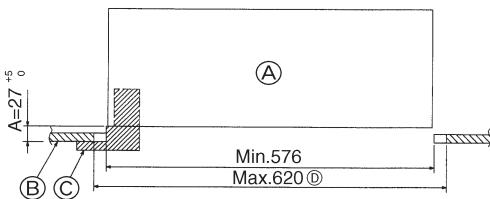
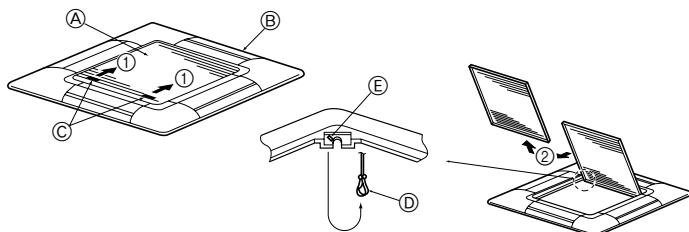
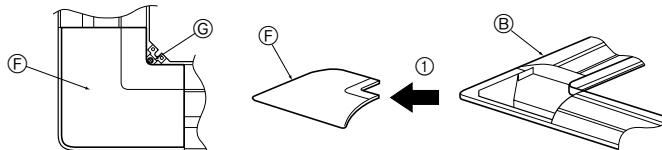

Fig. 8-2
Fig. 8-3
Fig. 8-4
8.2. Vorbereitung zum Anbringen des Gitters (Fig. 8-2)
- (A) Hauptanlage
- (B) Decke
- (C) Lehre (Zubehör)
- (D) Maße der Deckenöffnung
8.2.1. Das Ansauggitter abnehmen (Fig. 8-3)
- Zum Öffnen des Ansauggitters die Hebel in die Richtung, die durch Pfeil ① gekennzeichnet ist, schieben.
- Das Scharnier des Ansauggitters bei geöffnetem Ansauggitter (Position "offen") vom Gitter wie durch Pfeil ② gekennzeichnet, abnehmen.
8.2.2. Die Eckplatte abnehmen (Fig. 8-4)
- Die Schraube von der Ecke der Eckplatte abnehmen. Die Eckplatte wie durch Pfeil ① gekennzeichnet schieben, um so die Eckplatte abzunehmen.